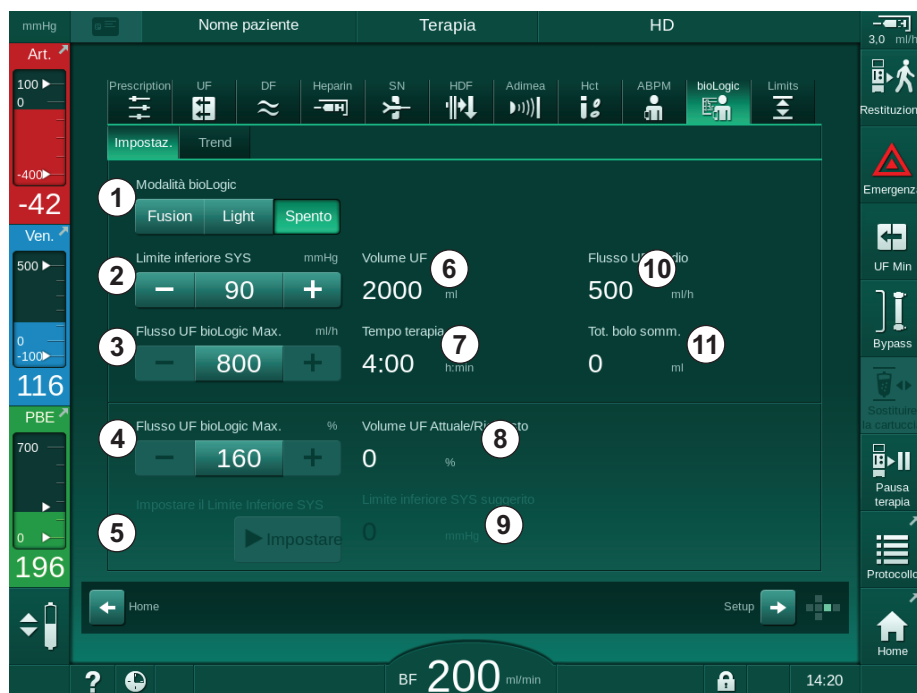

Fig. 11-22 Videata Impostazioni di bioLogic Fusion
Quando si attiva il limite SLL suggerito, il valore ⑨ in Fig. 11-22 viene accettato. Facoltativamente, è possibile impostare il limite inferiore sistolico sulla posizione ⑩.
1. Per attivare bioLogic Fusion o bioLogic Light, toccare il pulsante *Fusion* o *Light* nella casella *Modalità bioLogic* (in Fig. 11-22, ①).